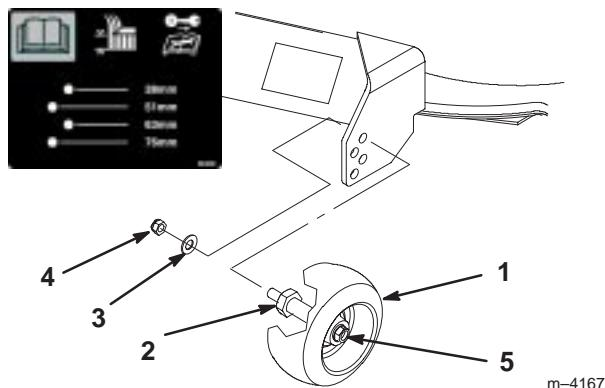

Figure 23
- Lorsque la hauteur de coupe est réglée, enlevez l'écrou et la rondelle tout en maintenant le goujon avec une clé (Fig. 23).
Remarque : N'enlevez pas l'écrou et la rondelle de la roue (Fig. 23).
- Choisissez le trou pour que la roue de jauge se trouve le plus près possible de la hauteur de coupe correspondante voulue (Fig. 23).
- Remettez l'écrou et la rondelle sur le goujon (Fig. 23).